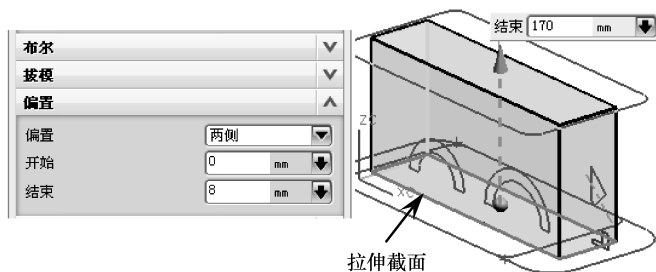

图 4-95 创建主体拉伸特征
- 02 使用【拉伸】工具，选择如图 4-95 所示的截面，向 +ZC 方向进行拉伸，且拉伸值为 170，使截面向两侧偏置，偏置值为 8。